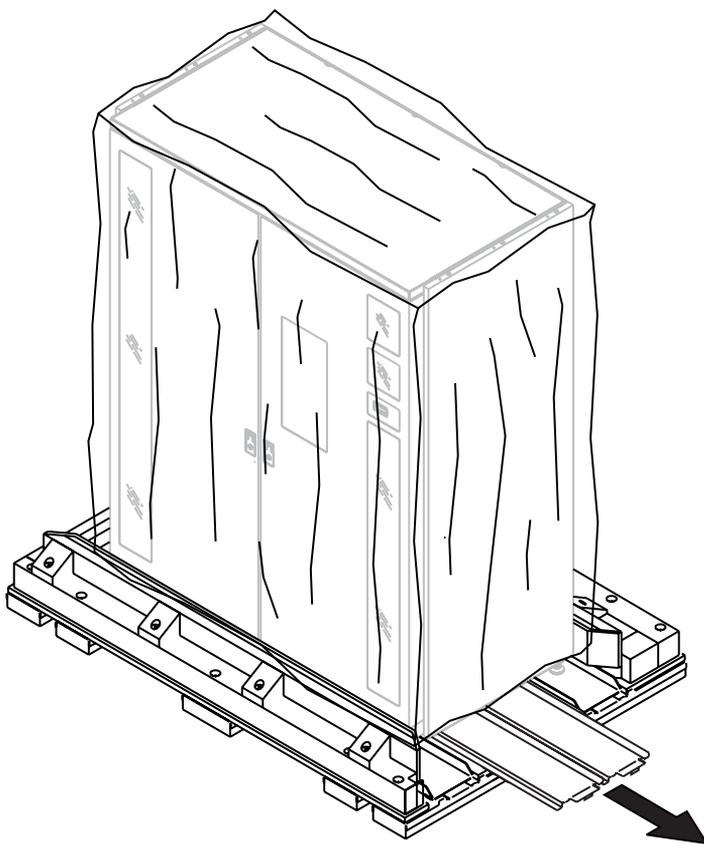

Figura 4-8: Quitar las extensiones de rampa
15. Quite la barra de madera derecha y deslice hacia fuera las dos extensiones de rampa y el bloque de espuma, situados en el parte inferior derecha de la biblioteca (vea la Figura 4-8). Deje a un lado las extensiones de rampa hasta que esté preparado para mover la biblioteca.